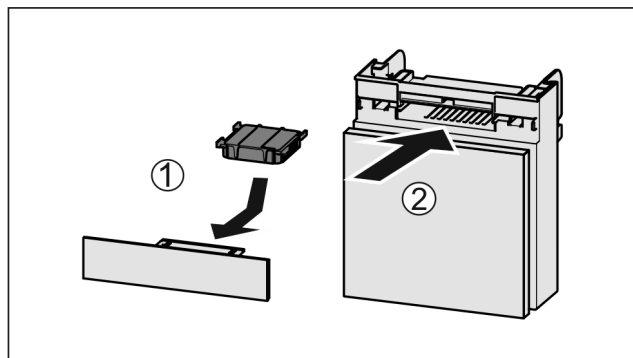

Fig. 186
- ▶ Pange Fig. 186 (1) aktiivsoefilter joonise järgi sisse.
- ▶ Lükake Fig. 186 (2) laegas sisse.